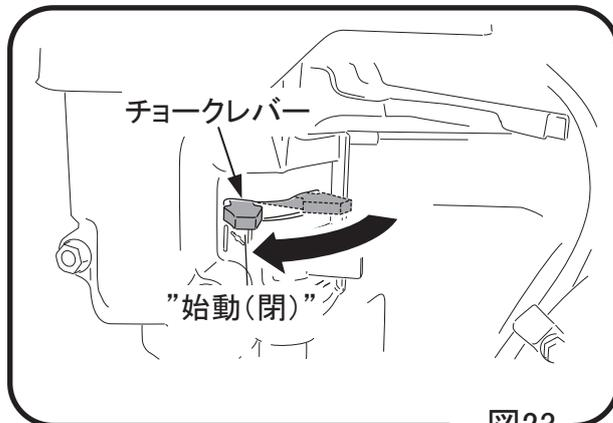
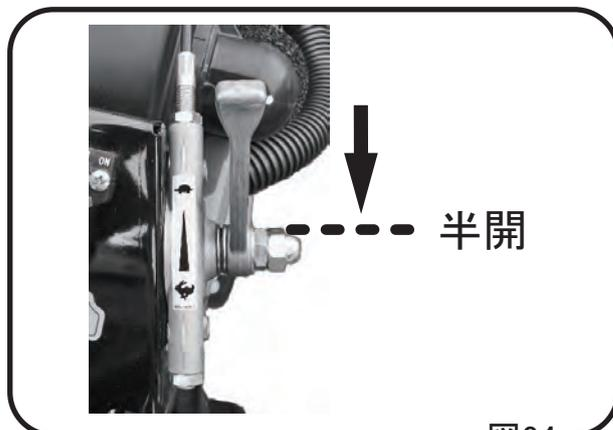

図23
図24
- 3 キャブレターのチョークレバーを閉じ、スロットルレバーを半開にします。うまく始動しなかった場合、いつまでもチョークを全閉のままにしておきますと燃料の吸い込み過ぎとなりますので半開にしてください。(図23,図24)